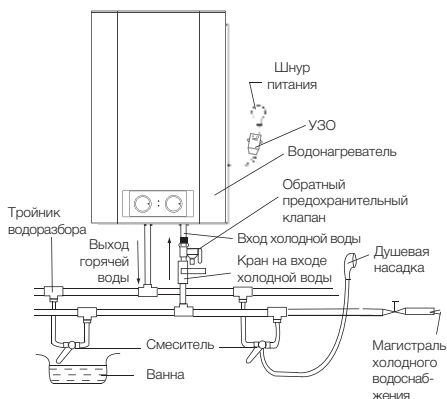

Рис. 7.
- Если необходимо реализовать многоконтурную систему водоснабжения, используйте способ соединения (см. рис. 7 и 8).